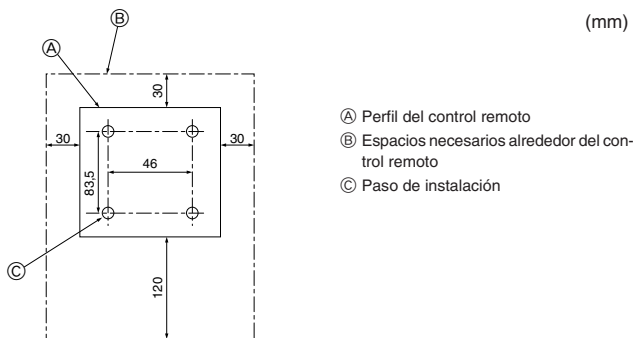

Fig. 6-2
6.2. Control remoto (Fig. 6-2) Para el controlador remoto cableado